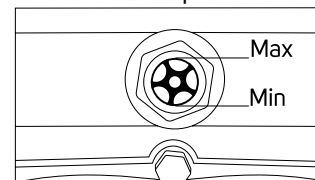

Рис. 3
- 6.8 Проверьте уровень масла по меткам на окне маслоуказателя картера (Рис. 3), уровень масла должен быть не ниже среднего положения в контрольном окне картера.